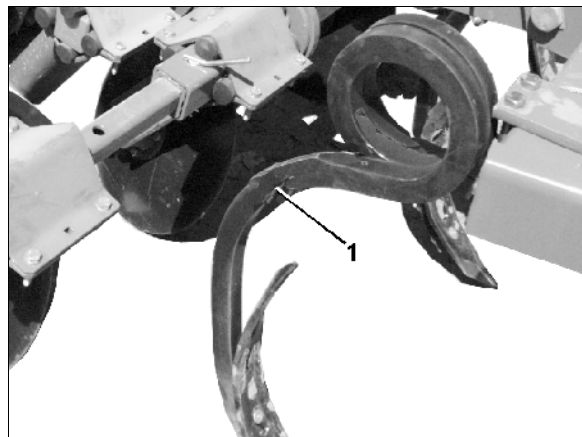

Fig. 11
- **Vierkante veerstalen tanden (Fig. 11/1)**